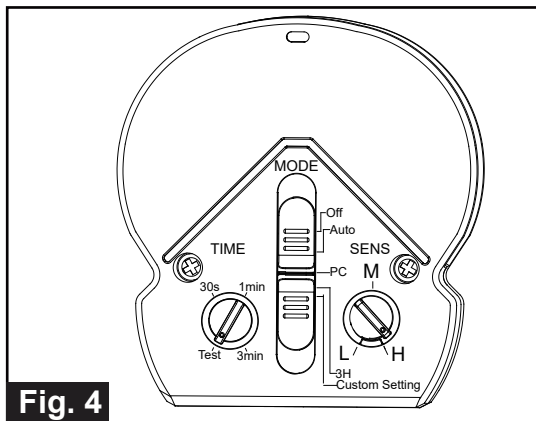

Fig. 4
- Puede ajustar la sensibilidad del sensor de movimiento usando la perilla de sensibilidad ("SENS") ubicada a la derecha en la superficie inferior del sensor. (Vea la Fig. 4)
Deslice el interruptor en la parte inferior del sensor del artefacto para elegir un modo. (Vea la Fig. 4)